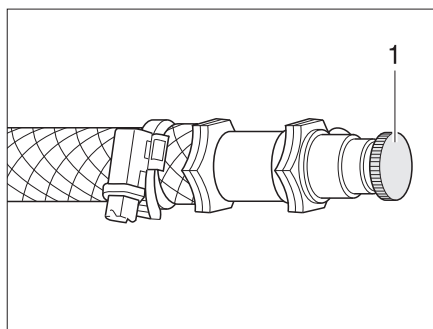

Fig. 270 Soupape de purge pour le chauffage à eau chaude
- Ouvrir la soupape de purge (Fig. 270,1) et la laisser ouverte, jusqu'à ce l'air soit complètement évacué du circuit.